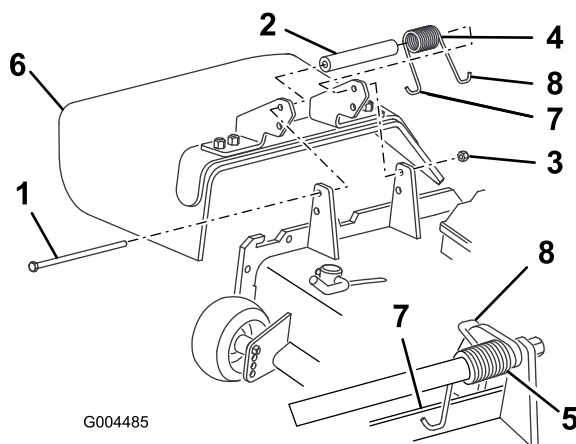

Figure 25
2. Retirez le contre-écrou, le boulon, le ressort et l'entretoise qui fixent le déflecteur aux supports de pivot (Figure 25). Enlevez le déflecteur s'il est endommagé ou usé.
3. Placez une entretoise et un ressort entre les supports du déflecteur d'herbe de rechange (Figure 25). Accrochez l'extrémité en J gauche du ressort derrière le bord du plateau de coupe.
mettre le boulon en place, comme indiqué à la Figure 25.
4. Remettez le boulon et l'écrou en place. Accrochez l'extrémité en J droite du ressort au déflecteur d'herbe (Figure 25).